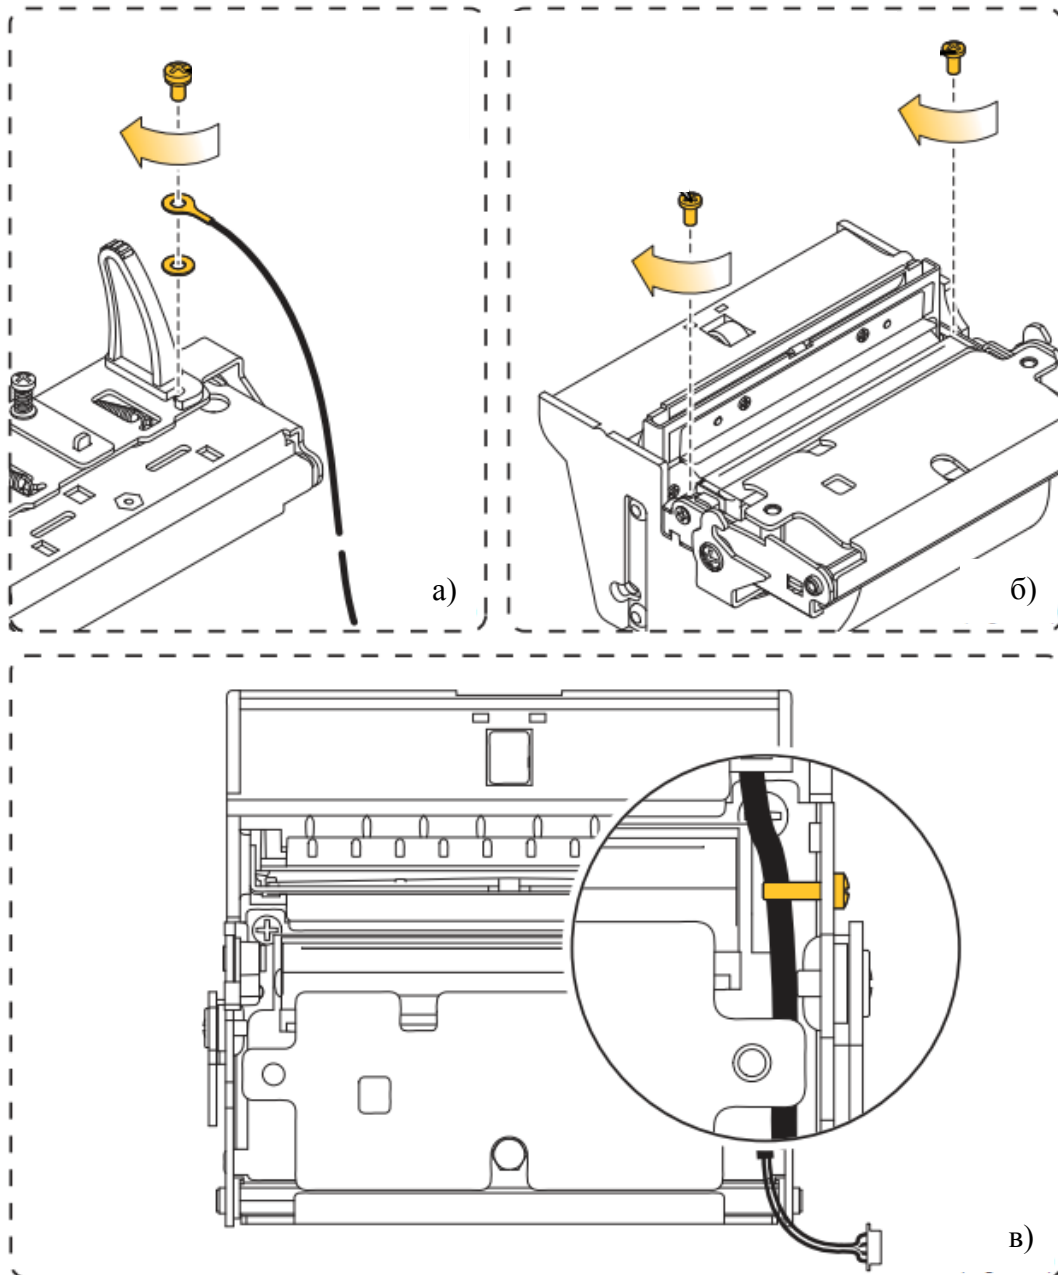

Рисунок 5.9 - Присоединение механизма термопечати к верхней крышке
- завинтить винтом кабель "земля" (усилие крутящего момента 80 сН x м), как показано на рисунке (Рисунок 5.9 а));
- сначала вставить рычаг верхней крышки, а затем вставить пластиковые защитные крючки в гнезда механизма термопечати и завинтить два винта, крепящие механизм термопечати к верхней крышке принтера (Рисунок 5.9 б);
- уложить кабель, как показано на рисунке (Рисунок 5.9 в)) и, придерживая его, закрутить винт блока кабелей до конца.